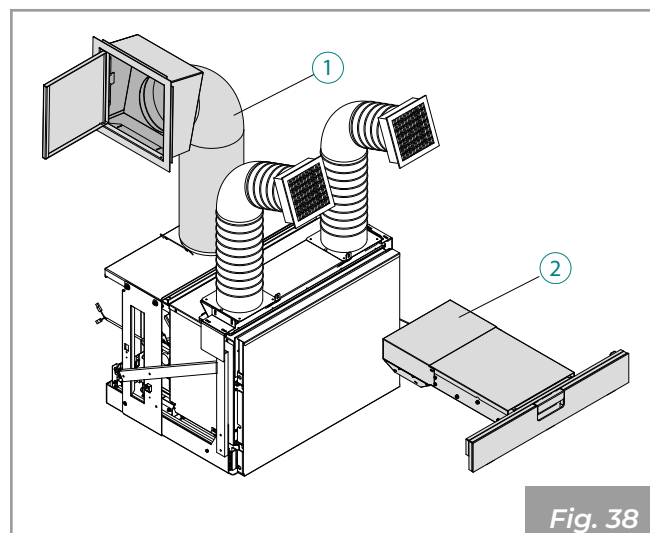
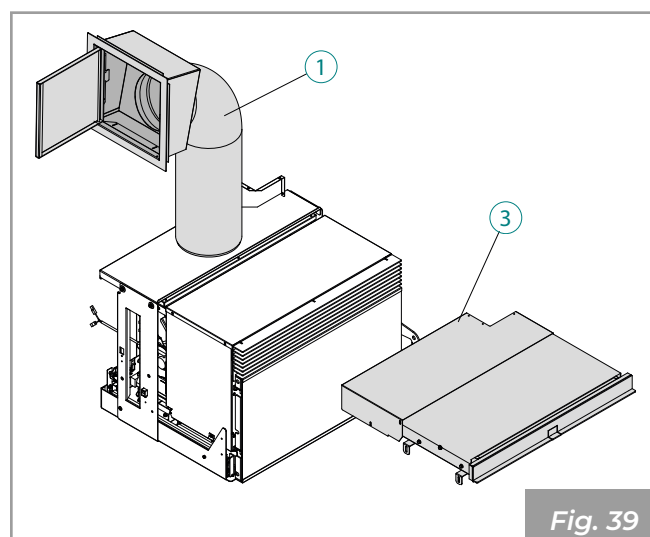

Fig. 38
Fig. 39
- Sistema di caricamento con tubo metallico flessibile e sportello di caricamento "1" (Fig. 38 - Fig. 39).
- Cassetto di caricamento frontale per versione uscita aria canalizzata "2" (Fig. 38).
- Cassetto di caricamento frontale per versione uscita aria frontale "3" (Fig. 39).